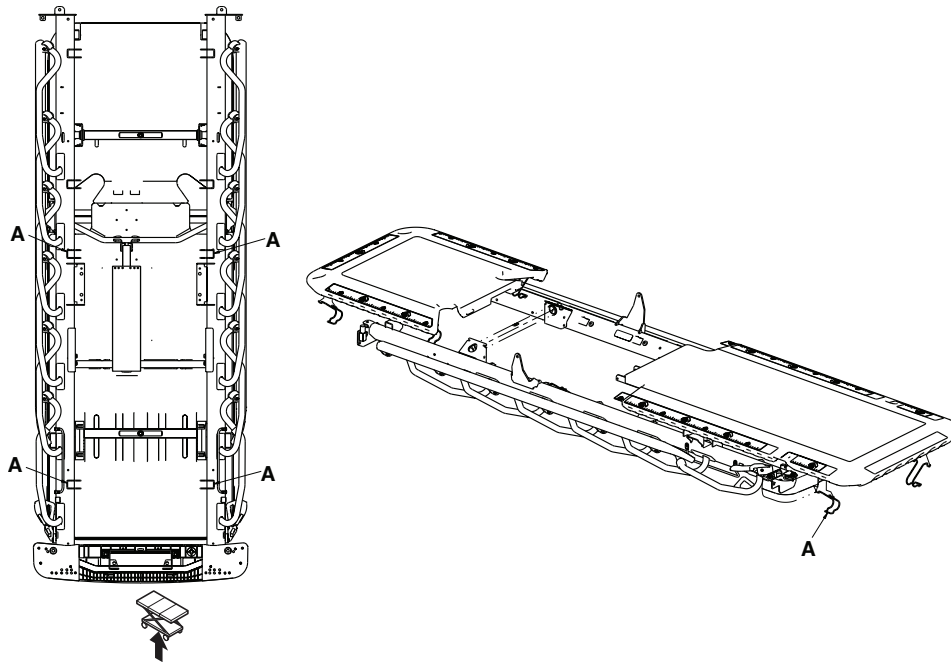

Figure 56 – Remplacement du panneau de radiographie - côté pieds
- Déclipser les quatre clips à ressort (A) (sous le châssis du plan de couchage) qui fixent le panneau de la cassette radio côté pieds au châssis du plan de couchage. (Figure 56)..